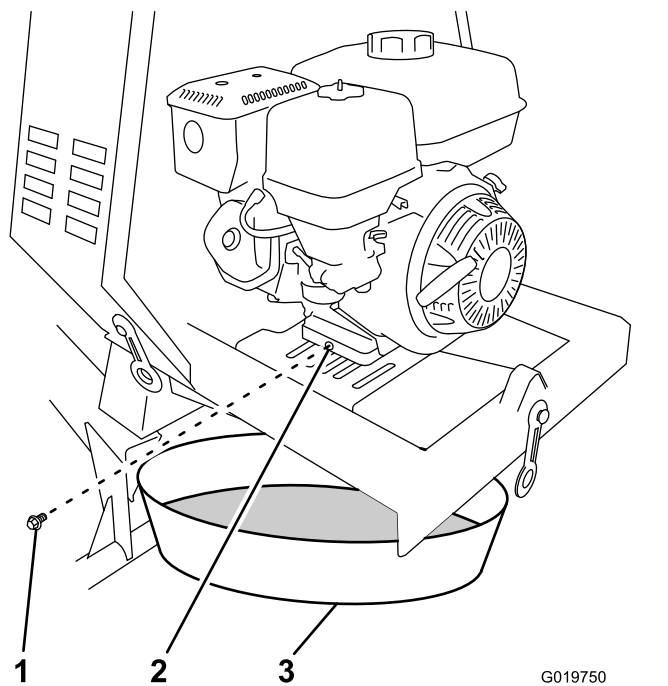

Figure 43
- Placez un bac de vidange sous l'orifice de vidange d'huile du moteur (Figure 43).
- Retirez le bouchon de vidange et laissez l'huile s'écouler dans le bac de vidange (Figure 43).
- Lorsque la vidange d'huile est terminée, remettez le bouchon de vidange en place avec une rondelle neuve (Figure 43).